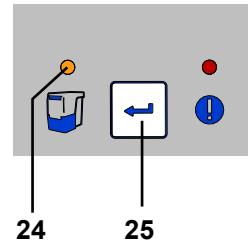

Fig. 11
- ⇒ Premere il tasto Enter (25) (il contatore che rileva i tempi dell'intervallo di svuotamento viene riazzerrato).
- ◆ La spia di modo operativo Automatico (24) si spegne.
**Se il cassetto raccogli-polvere non viene svuotato, la spia di svuotamento cassetto (24, Fig. 11) continua a lampeggiare. Dopo lo spegnimento / accensione dell'apparecchio, un triplo segnale acustico avvisa nuovamente di svuotare il cassetto raccogli-polvere.**